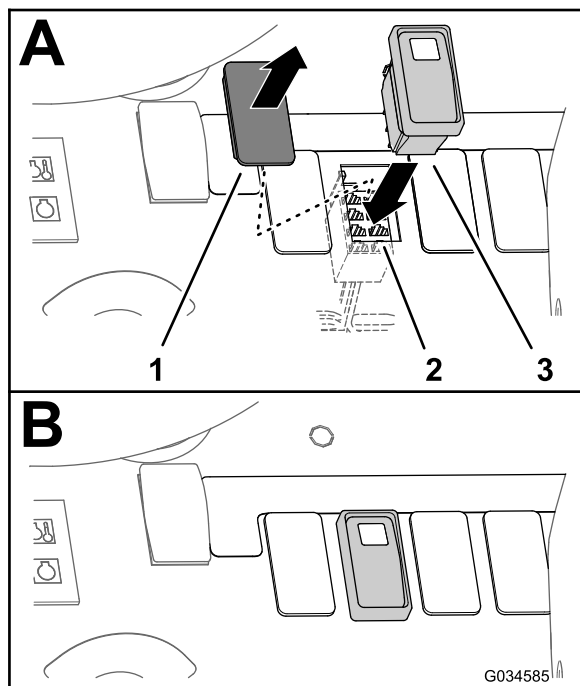
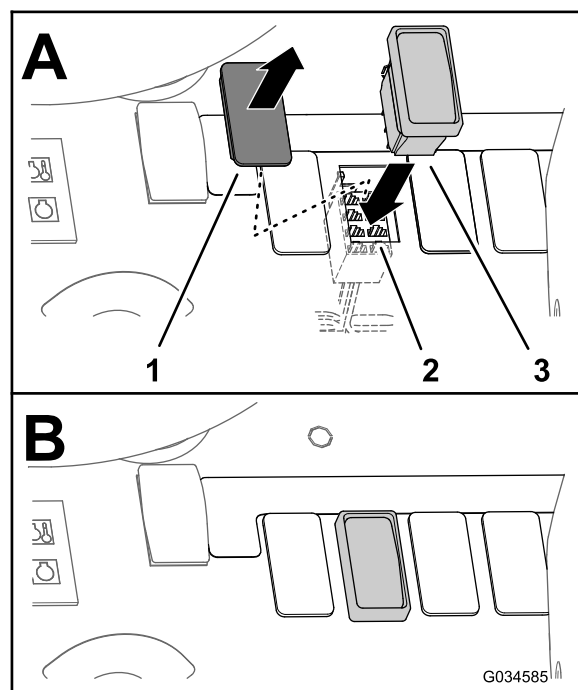

図 37
図 38
1. ダッシュボード上の、すすぎタンク用スイッチのプラグを打ち抜いて穴を作る 図 37または 図 38。
3. このソケットコネクタを、ダッシュボードにできた穴に導く 図 37または 図 38。
4. ダッシュボードを通して、ポジションスイッチをソケットコネクタに接続する 図 37または 図 38。
5. ポジションスイッチをダッシュパネルの穴に入れ、パチンとはまるまで完全に押し込む 図 37と 図 38。